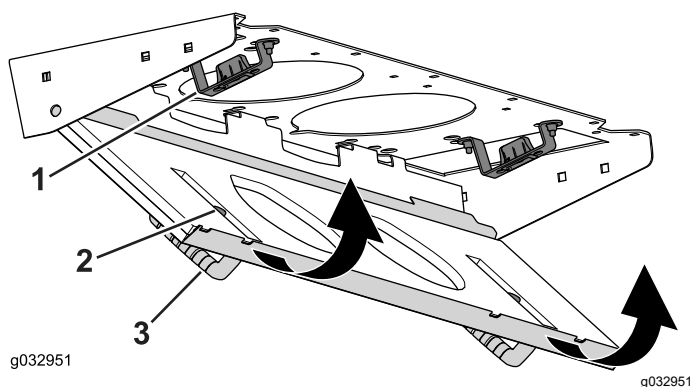

Bild 85
4. Drehen Sie das Filtersieb um die Nasen, bis der Riegel in der Riegelbefestigung einrastet (Bild 85).